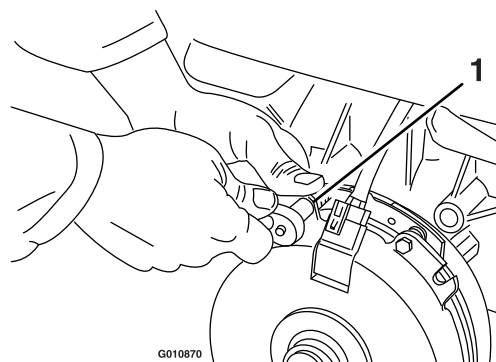

図 57
- A. 図 57 に示すように、両方のブレーキ取り付けボルトを 1/2-1 回転ゆるめる。